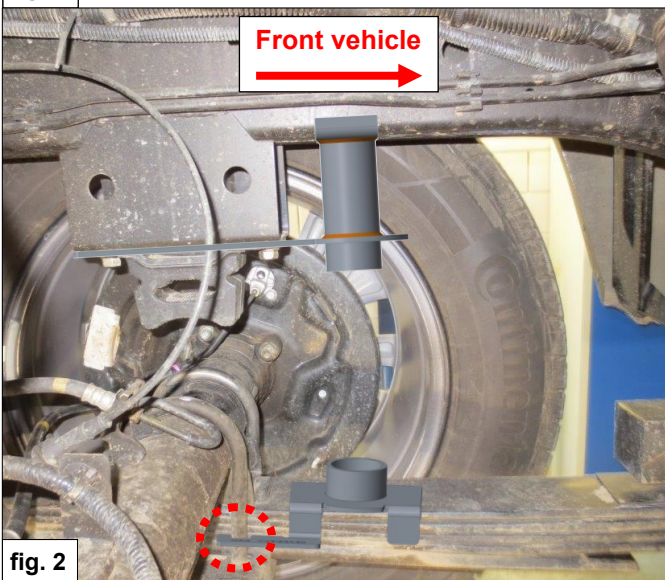

fig. 2
3. Montieren Sie die obere Halterung **A** zwischen dem Puffer und Chassis. Verwenden Sie die Originalschrauben. Beachten Sie, dass die Federhalter zeigt auf der Vorderseite des Fahrzeugs. (Siehe Abbildung 2).
4. Stellen Sie die untere Halterung **B** über den U-bolz, auf die Blattfeder vor die Achse. (Siehe Abbildung 2).
3. Monter supérieure support **A** entre le tampon et le châssis. Utilisez les boulons d'origine. Notez que la coupelle de ressort est dirigée vers l'avant du véhicule. (Voir figure 2).
4. Placer le support **B** sur le U-boulon, sur le ressort à lame en avant de l'axe. (Voir la figure 2).